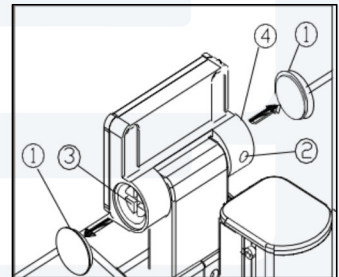

Fig. 4
- Herramienta de cúspide que abre las tuercas (1) en dos lados, la llave Allen atornilla los tornillos hexagonales M3 (2) de la cabeza de los tornillos y atornilla las tuercas planas (4) para ajustar la tensión mientras tanto, el destornillador recto mantiene el eje de rotación (3) inmóvil. (Ver Fig. 4)
- Apriete dos tornillos hexagonales M3 (2), luego vuelva a colocar las tuercas